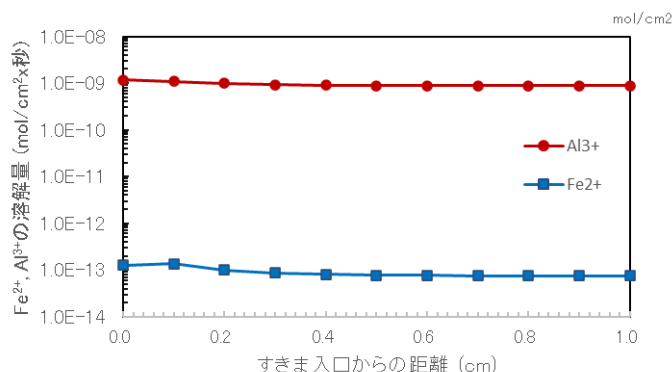

図3 FeとAlの溶解量の分布
- ・ この場合に、AlとFeの分極曲線を入力データとして、計算で求められた電極の溶解量（モル数）の分布を図3に示します。